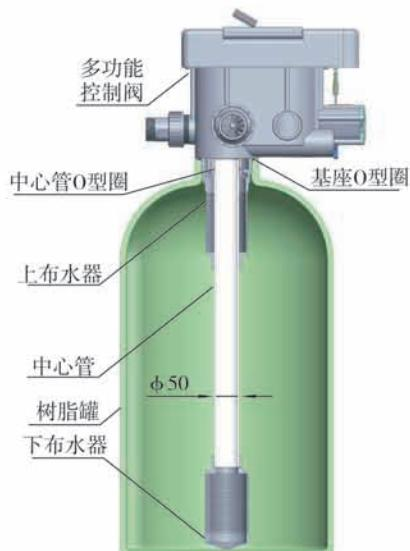

图1-1
- a、按图1-1所示，选取外径为50mm的中心管，把中心管与下布水器用胶封固。放入罐体底部，将超过罐口部分的中心管截断并外部倒圆。